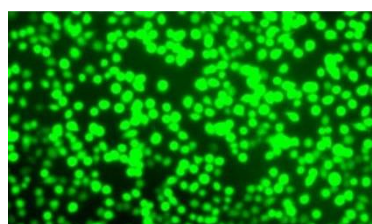

图 1. 离子霉素处理 HeLa 细胞 15 s 后，细胞内钙浓度 $[Ca^{2+}]$ 荧光检测
- 图 1 为离子霉素处理后的 HeLa 细胞，在荧光显微镜下观察细胞内绿色荧光的分布以及强度情况。当药物处理细胞而让钙离子浓度出现上升，那么 Fluo-20 AM 标记细胞的荧光强度会明显变强。